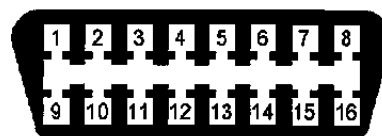

Рис. 2. Колодка OBD-II.
- На а/м ГАЗ с двигателями под нормы Евро3 и двигателями **Chrysler 2.4L DOHC** устанавливается 16-ти, контактная диагностическая колодка стандарта SAE J1962 (OBD-II) (см.рис.2). Колодка расположена под рулевой колонкой справа (над педалью акселератора).
- На а/м **УАЗ** устанавливается 16-ти контактная диагностическая колодка стандарта SAE J1962 (OBD-II) (см.рис.2). В зависимости от года выпуска, она расположена в моторном отсеке справа, рядом с блоком управления двигателем или в салоне под рулевой колонкой. Также на более старых автомобилях в моторном отсеке может быть установлена 12-ти контактная диагностическая колодка ГАЗ-12.